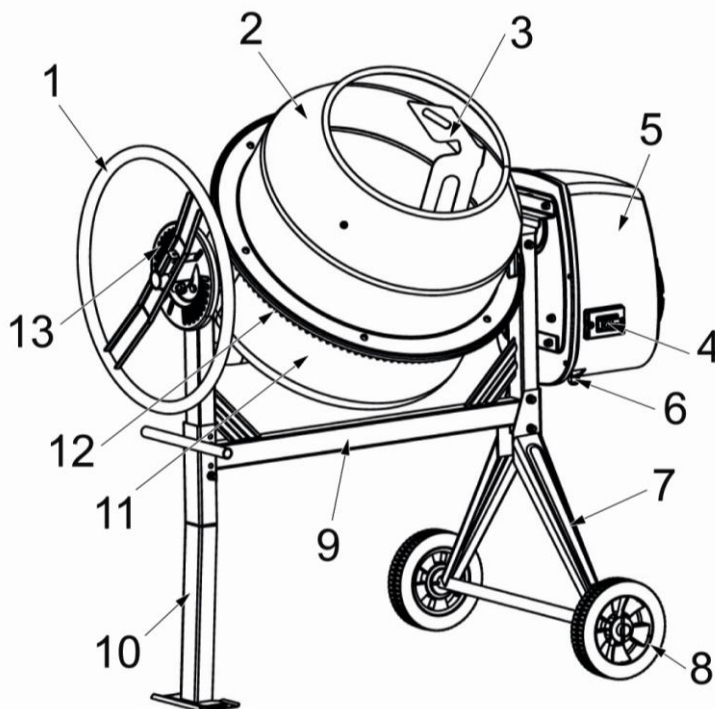
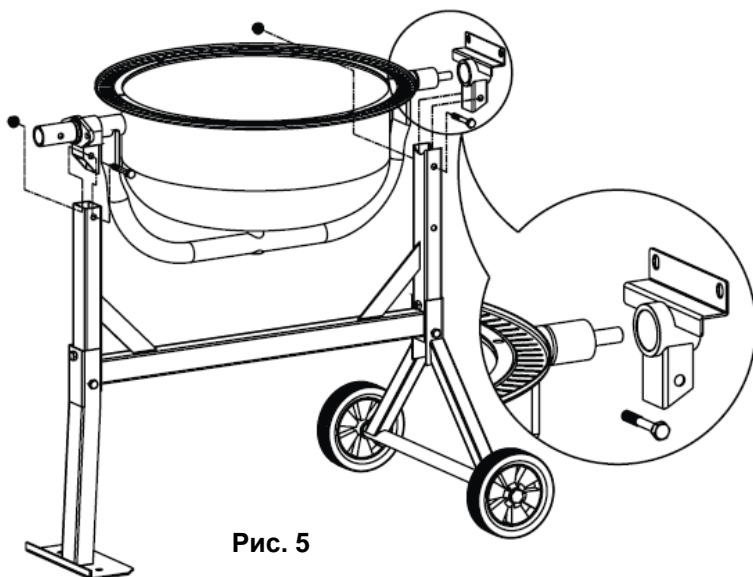

Рис. 1
Рис. 5
- Наденьте на оси колесной стойки (7)(См. Рис.1; 2) по колесу с каждой стороны. Зафиксируйте их с помощью стопоров – шплинтов.
- К несущей балке (9)(См. Рис.1) присоедините дополнительную опору. Зафиксируйте ее положение винтами (M8x70 и M8x55). Крепко затяните винты (См. Рис.3).
- Соедините раму с колесной стойкой (7)(См. Рис.1; 4). Зафиксируйте ее положение винтами (M8x70 и M8x55). Крепко затяните винты.
- Установите опорную дугу вращения барабана на балку рамы. Зафиксируйте ее положение винтами M8x65 (См. Рис.5).
- Осторожно поместите нижний барабан (11)(См. Рис.1) на стойку, так чтобы подшипники попали в соответствующие пазы (См. Рис.5).
- Поместив верхний барабан (2)(См. Рис.1) на обод нижнего барабана (11)(См. Рис.1; 7), убедитесь в совпадении пазов и стрелок, а так же и свободном вращении лопастей внутри барабана.
- Установите диск-фиксатор (12)(См. Рис.1) на место крепления.
- Прикрепите рукоятку контроля угла наклона барабана (1)(См. Рис.1; 9). Зафиксируйте ее положение винтами.
- Трансмиссия с электродвигателем закрыта защитным кожухом (5)(См. Рис.1; 10).
- Перед началом эксплуатации нового бетоносмесителя, или бетоносмесителя после продолжительного хранения, удостоверьтесь в правильном натяжении приводного ремня. Откройте крышку электродвигателя, открутив 6-ть винтов крепления кожуха (5)(См. Рис.1). Приводной ремень должен быть надет на шкив, прогиб ремня при нажатии на него пальцем в средней части должен быть в районе 0,5-1 см.
1. Подключите сетевой шнур (6)(См. Рис.1) бетоносмесителя к сети питания ~220 В.
2. Нажмите на зеленую кнопку включения (4)(См. Рис.1), расположенную сбоку на защитном кожухе электродвигателя.
3. Для отключения – нажмите на красную кнопку (4)(См. Рис.1).